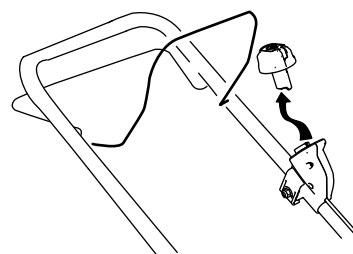

Figure 18
1. Retirez le bouton du démarreur électrique (Figure 18).